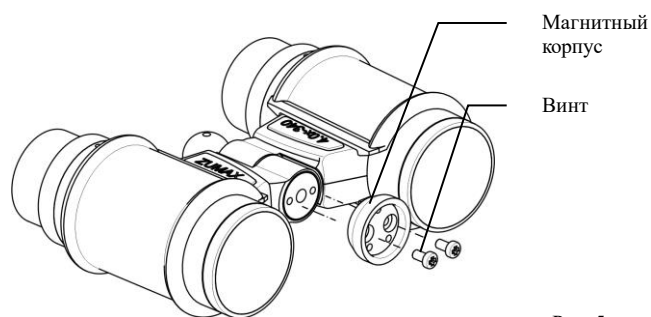

Рис. 5
- закрепите магнитный корпус на хирургическом увеличительном стекле с помощью винтов. (Рис. 5)